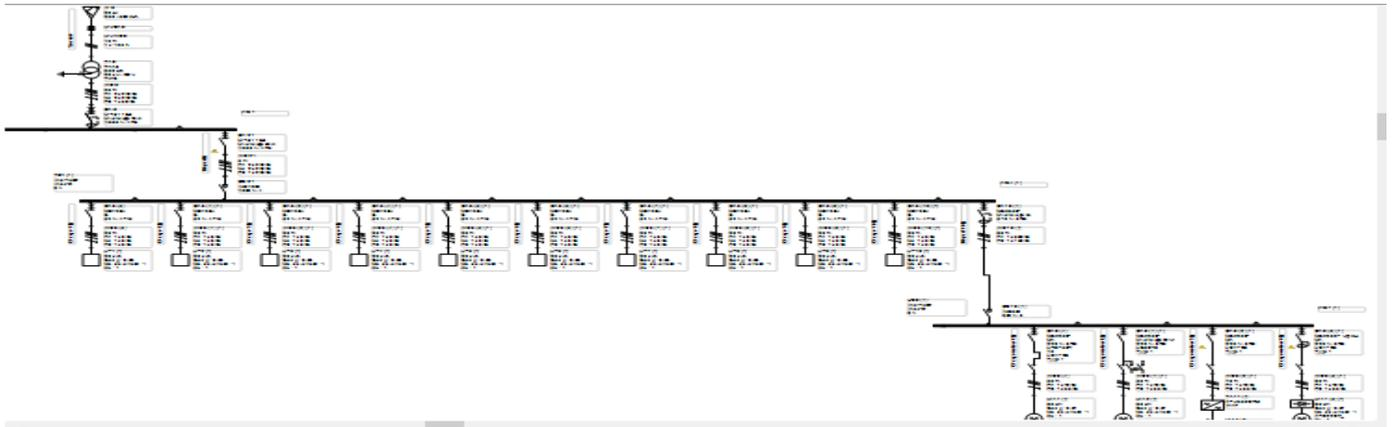

Figure4.1: réseau électrique industriel dans ECODIAL
1. Réaliser le réseau dans le logiciel ECODIAL figure 4.1;